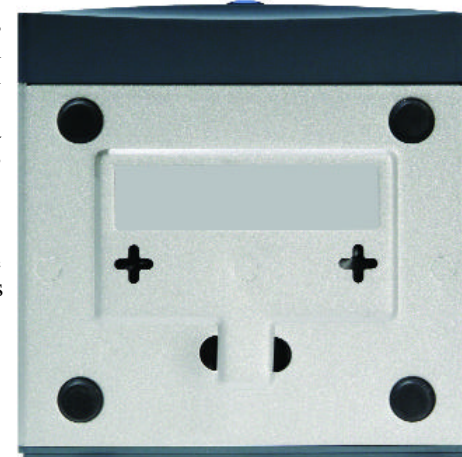

Figura 3-4
1. As ranhuras para montagem em parede são duas ranhuras em cruz localizadas no painel inferior do Comutador, tal como ilustrado na Figura 3-4. Coloque dois parafusos na parede, alinhados com as ranhuras de montagem em parede do Comutador.